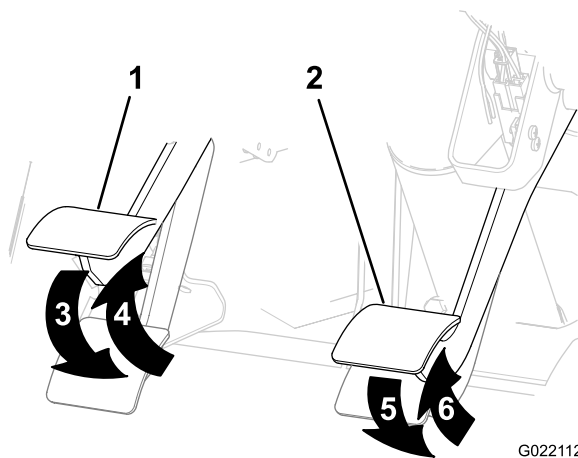

Figura 18
- A. Premete il pedale della frizione (Figura 18).
- B. Rilasciate il pedale della frizione (Figura 18).
- A. Premete il pedale del freno (Figura 18).
- B. Rilasciate il pedale del freno (Figura 18).